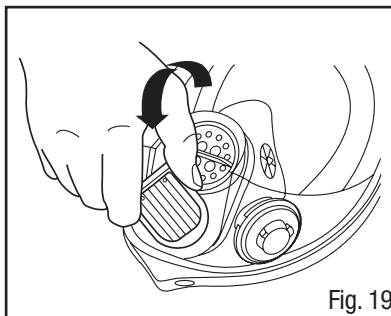

Fig. 19
2. Remova o conjunto da válvula de exalação girando 1/4 de volta no sentido anti-horário (Fig. 19).
3. Remova o conjunto da válvula de exalação girando 1/4 de volta no sentido anti-horário e retirando a partir da abertura central da lente (Fig. 19).